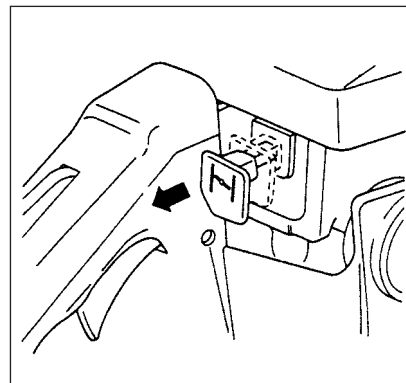

Fig. 2-3
2. Tryk chokerknoppen helt til chokepositionen. Det vil automatisk låse gashåndtaget i startpositionen (Fig. 2-3)